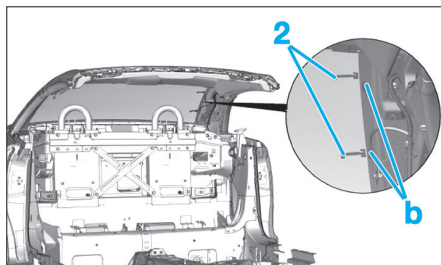

FIG. 46
- Déconnecter les connecteurs des cosse du dégivrage (2) en "b" (Fig.46).